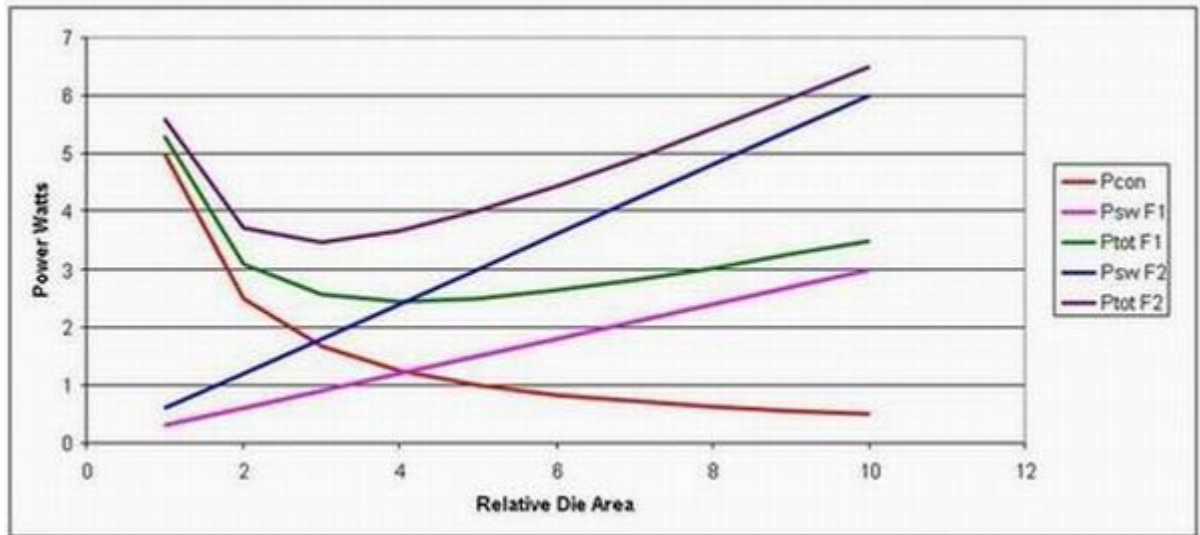

图 2：提高工作频率会导致更高的总体损耗。
开关损耗与 MOSFET 开关的速度以及 MOSFET 具有多少输入和输出电容有关。这些都与器件尺寸的大小相关。大体积器件具有较慢的开关速度以及更多的电容。图 2 显示了两种不同工作频率 (F) 的关系。传导损耗 ( $P_{con}$ ) 与工作频率无关，而开关损耗 ( $P_{sw F1}$  和  $P_{sw F2}$ ) 与工作频率成正比例关系。因此更高的工作频率 ( $P_{sw F2}$ ) 会产生更高的开关损耗。当开关损耗和传导损耗相等时，每种工作频率的总损耗最低。另外，随着工作频率提高，总损耗将更高。